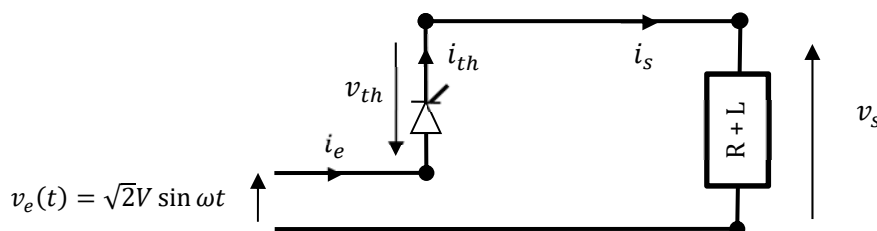

Figure 1 : Redresseur simple alternance
On considère le circuit d'un redresseur simple alternance (Figure 1), alimenté par la tension $v_e(\theta) = \sqrt{2}V \sin \theta$, avec $\theta = \omega t$. Le thyristor est commandé avec un angle de retard à l'amorçage α .
Dans un premier temps, vous allez utiliser la maquette pour réaliser un redresseur simple alternance, suivant le schéma de principe de la Figure 1. Le but de cette partie (et donc du compte-rendu) est de mettre en évidence les conditions d'amorçage et de blocage du thyristor. Cela correspond au montage c l'exercice 1 du TD 5.
3. Repérer les différents éléments qui constituent la maquette et faire le câblage pour réaliser le montage de la Figure 1, avec $V_e = 15\text{ V}$ et une charge résistive de $10\ \Omega$. Cette charge assure-t-elle de ne pas dépasser la valeur maximale du courant admissible par la maquette ?